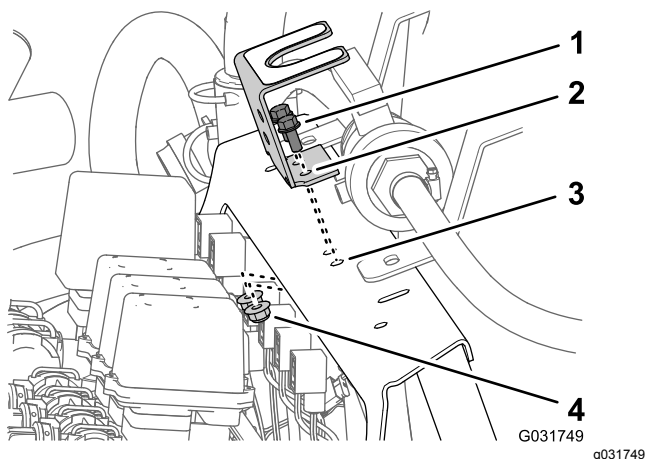

Рисунок 38
4. Удалите два болта с фланцевыми головками (5/16 x 3/4 дюйма) и две фланцевые контргайки (3/8 дюйма), которые крепят монтажный кронштейн шарового клапана к креплению коллектора, и отделите кронштейн от крепления (Рисунок 38).